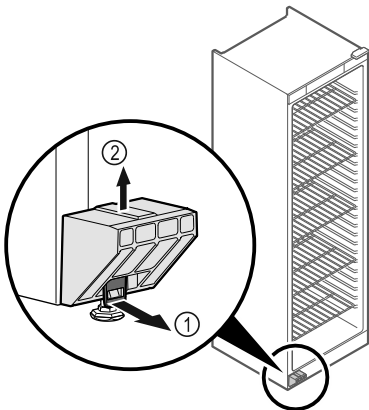

Fig. 4
- Vytáhněte sponu Fig. 4 (1) směrem dopředu.
- Vytáhněte transportní pojistku Fig. 4 (2) směrem nahoru.